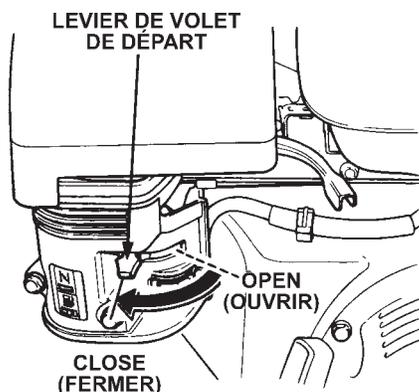

Figure 25. Levier du volet de départ du moteur
- Placez le *levier de volet de départ* (Figure 25) sur la position « OPEN » (OUVRIR)
- Si le moteur a démarré, remettez lentement le levier de volet de départ (Figure 25) sur la position « CLOSED » (FERMÉ). Si le moteur n'a pas démarré, répétez les étapes 1 à 5.